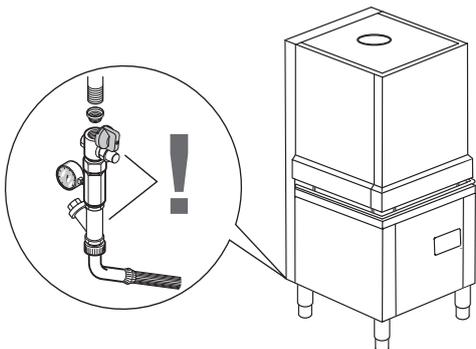

Fig. 6
- Raccorder le tuyau d'alimentation en eau "A" (Fig. 1.a/fig. 1.b) de l'appareil au réseau hydraulique. Interposer un robinet, le filtre fourni en dotation et un manomètre (Fig. 6).